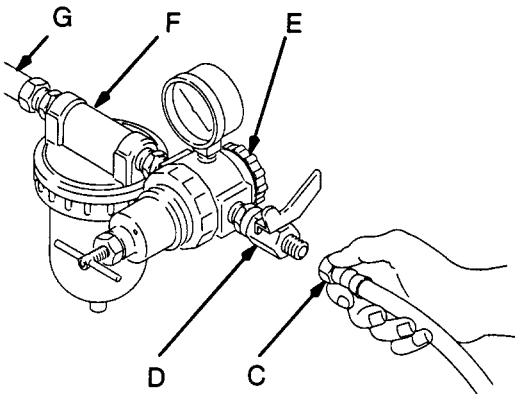

Fig. 2
- Se debe instalar un regulador de presión de aire (G) en la tubería de aire de la pistola para controlar la presión de aire dirigida hacia la pistola. Ver Fig. 2.
- Si la fuente de aire regulado no tiene un filtro, instalar un filtro de aire (H) en la tubería de aire para garantizar una alimentación de aire seco y limpio a la pistola. Ver Fig. 2.
- B. Conectar el otro extremo de la manguera de aire (C) con una tubería de alimentación de aire regulado (G). Ver Fig. 2.
NOTA: La Fig. 2 presenta el regulador de aire (C) del filtro (F), y la válvula de cierre de aire (B) en la tubería de alimentación de aire.